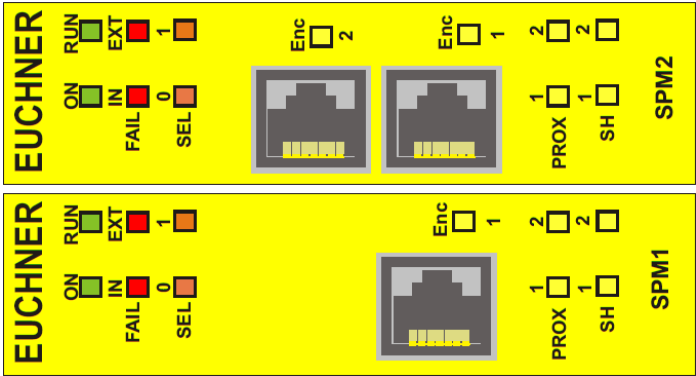

Bild 43:
8.4.13. Module SPM0, SPM1, SPM2 (Bild 43)